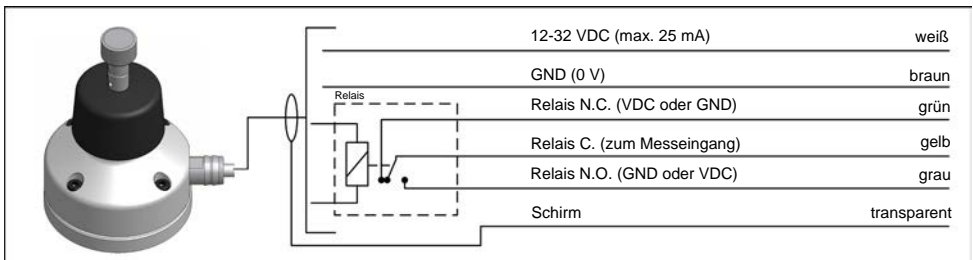

Abb. 10 Elektrischer Anschluss
1. Ausrichtschraube mit Innensechskantschlüssel SW2,5 mm im Uhrzeigersinn drehen um das Werkzeugmesssystem an der entsprechenden Stelle abzusenken und somit die Neigung zu korrigieren (siehe Abb. 10).